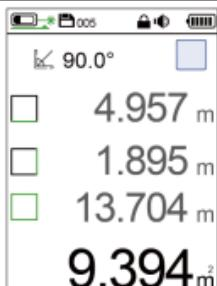

Figura 4 Primera zona medida
Paso 1: Mida la primera superficie (consulte la sección de medición de superficies), como se muestra en la figura 4;